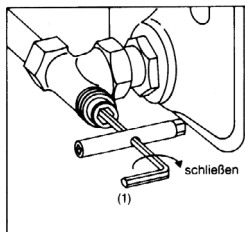

Bild 1
- 1.2 Ventilkegel mit dem Sechskantschlüssel SW 4 (1) durch Rechtsdrehen schließen (Bild 1).